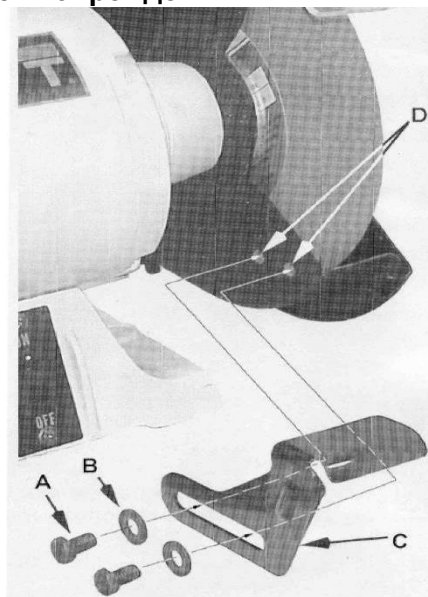

Рис. 1
См. Рис. 1:
1. Выньте подручники из верхней части пенополивинилхлоридового упаковочного слоя. Имеется правый и левый подручники. Смотрите на Рис. 1, чтобы убедиться в том, что вы устанавливаете их правильно.
2. Используя болты (A) и шайбы (B) из пластикового пакета, зафиксируйте подручники, накрутив два болта (A) через две плоские шайбы (B) и кронштейн подручника (C) на корпус круга (D), как показано на Рисунке 1.